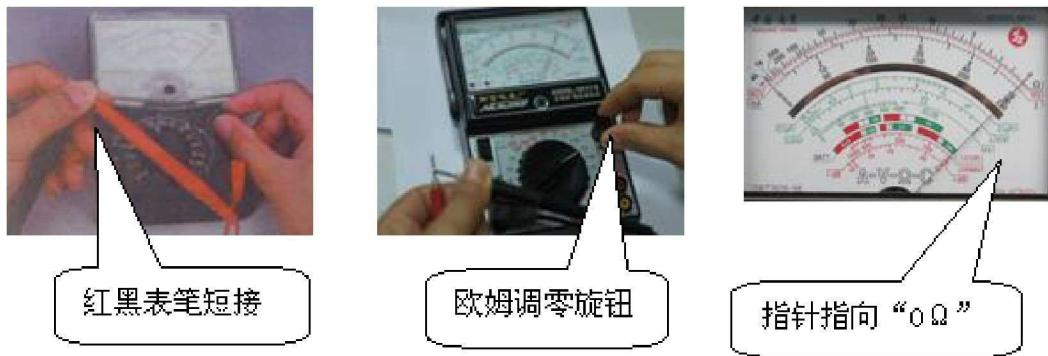

图 1-1-4 欧姆调零
- ①选择挡位。将万用表挡位选择在 $R \times 10$ 挡。
- ②欧姆调零。将红黑表笔短接，观察指针是否指向“ 0Ω ”处，若不指向“ 0Ω ”处，需调节欧姆调零旋钮进行欧姆调零（见图 1-1-4）。